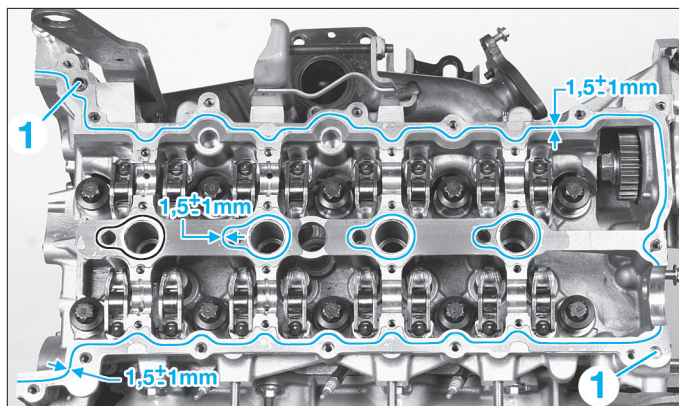

FIG. 65
- Appliquer du Joint Silicone Adhérent de $1,5 \pm 1$ mm de diamètre sur la culasse (fig. 65).